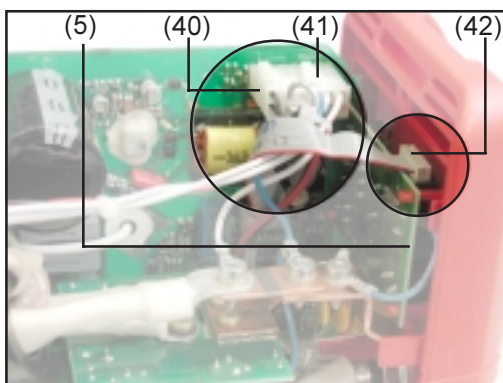

Abb. 24
- Flachbandkabel (42) gemäß Abb.24 oberhalb des Kabelbaumes verlegen
- Flachbandkabel (42) am Print FPA15 (5) anstecken